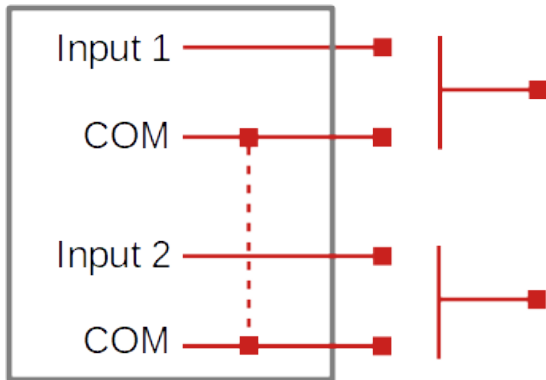

Figura 7 Diagrama entradas aisladas
- Las entradas aisladas/libres de potencial detectan si se cierra el circuito entre sus terminales, o pueden ser configuradas como contadores de pulsos (contador de agua, gas...). El usuario deberá tener en cuenta que dichas entradas no están aisladas entre sí (Figura 7).